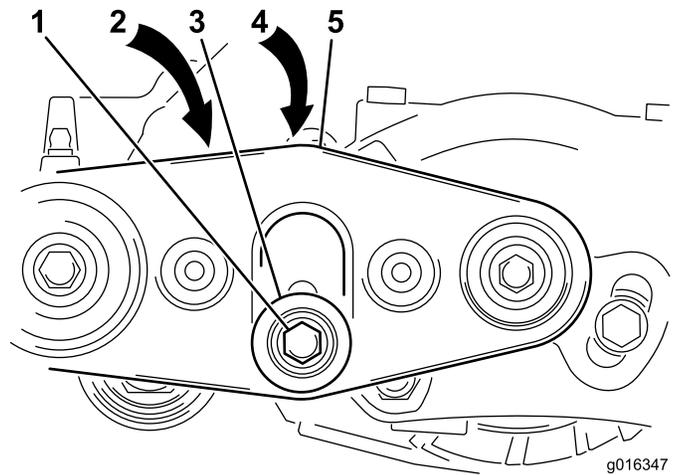

図 21
- A. アイドラプーリを右ブラシサポートに固定している六角ボルトをゆるめる 図 21 を参照。